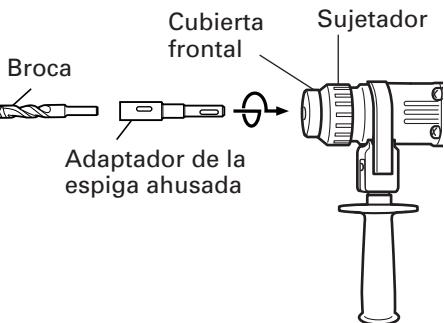
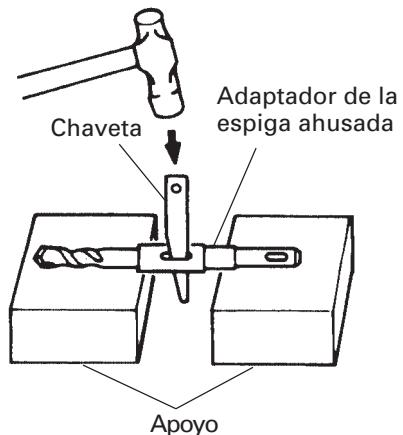

Fig. 11
Fig. 12
- (1) Montar el adaptador de la espiga ahusada en el martillo giratorio (Fig. 11).
- (2) Montar la broca (espiga ahusada) en el adaptador de la espiga ahusada (Fig. 11).
- (3) Poner el interruptor en la posición de encendido (ON), y taladrar un agujero de la profundidad especificada.
- (4) Para quitar la broca (espiga ahusada), insertar la chaveta en la ranura del adaptador de la espiga ahusada y golpear la cabeza de la chaveta con un martillo. Usar apoyos como se muestra en la Fig. 12.